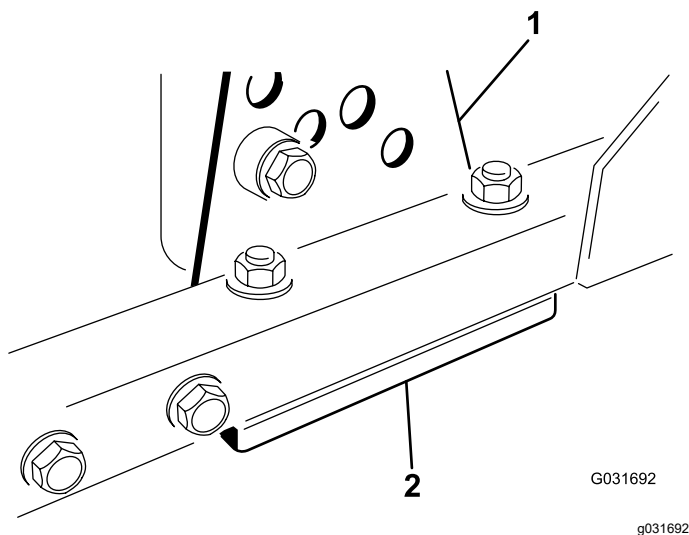

Figure 99
1. Retirez le support de hauteur de coupe (avant, gauche ou droit) du bâti du tablier de coupe (Figure 99).
2. Placez des cales de 1,5 mm (0,06 po) et/ou une cale de 0,7 mm (0,03 po) entre le cadre du tablier et le support pour obtenir la hauteur de coupe voulue (Figure 99).